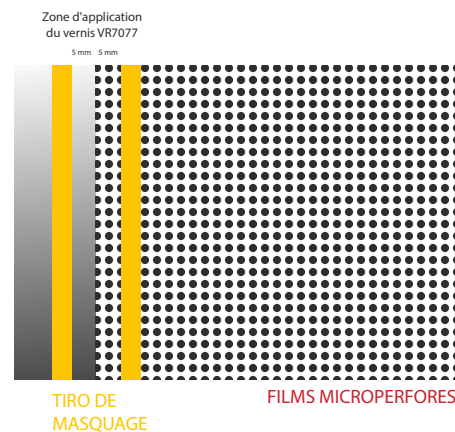

Figure 32
► Appliquer 2 bouts de Tiro de masquage. (FIG. 32)